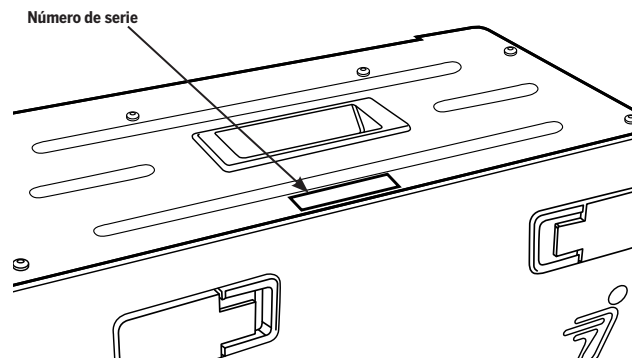

Ilustración 7: ubicación del número de serie del módulo de batería
2. Localice el número de serie de 12 dígitos del módulo de batería (**ilustración 7**).